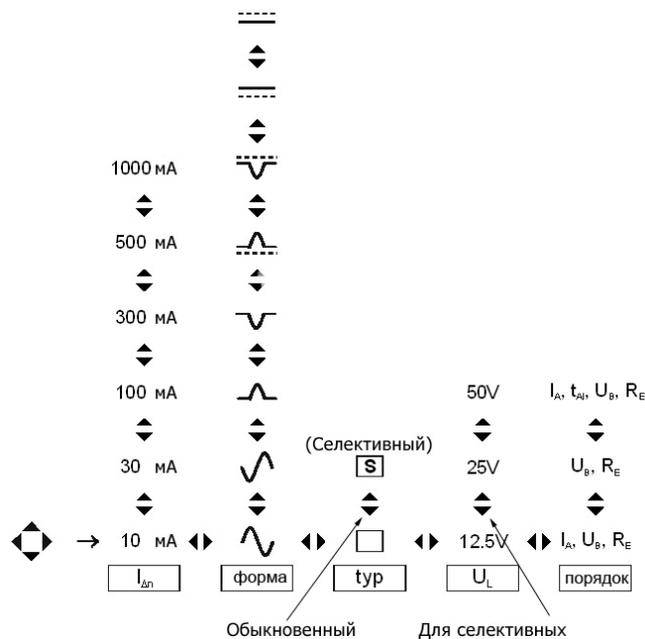

Рис.17. Выставление параметров измерения  $I_A$
- выставить параметры измерения согласно алгоритму, представленному на Рис.17;